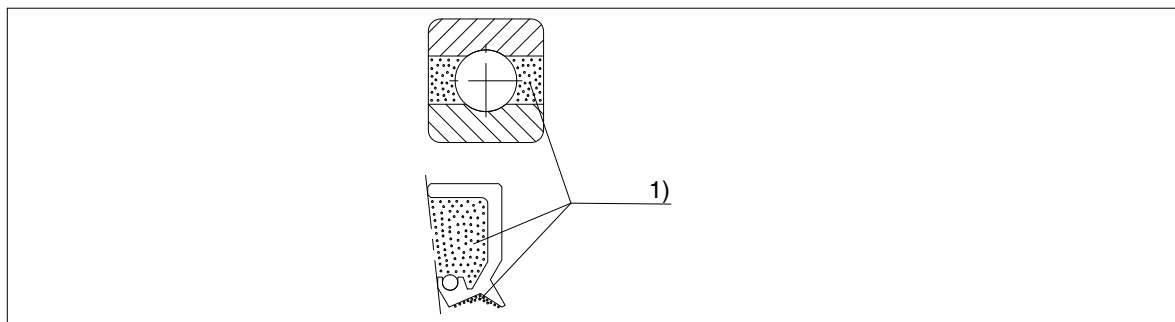

图 18: 给滚动轴承和轴密封圈涂油脂。
不得将油脂涂到滚动轴承之间的空腔中（参见图 18）。
- 应当在防尘唇和密封唇之间用油脂填充装配轴密封圈 (111, 132, 183, 193, 199)（参见图 18）。